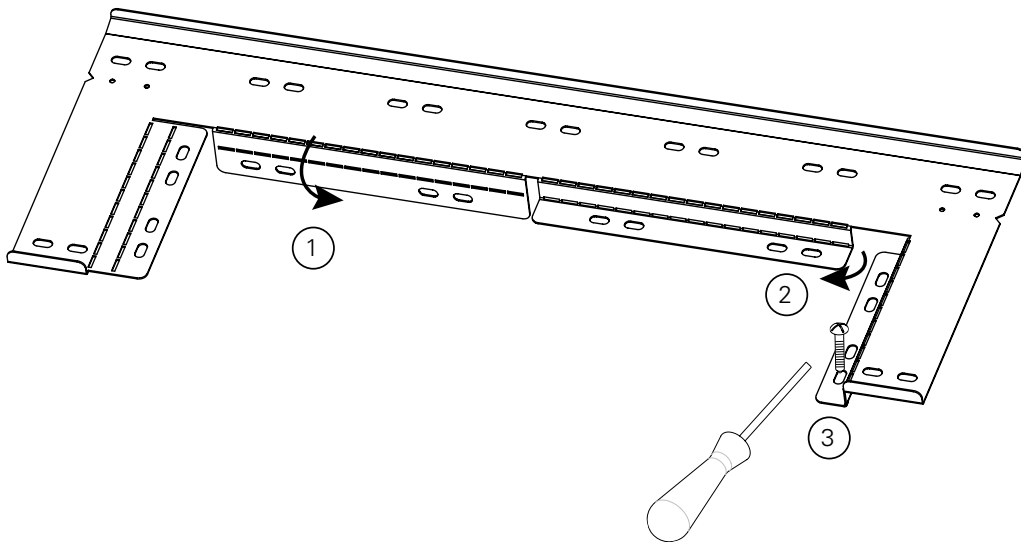

Fig. 6: Bending the wall bracket
1. Bøy veggbraketten iht. fig 6. Hullene i den nedbøyde delen brukes til å feste veggbraketten til veggen.